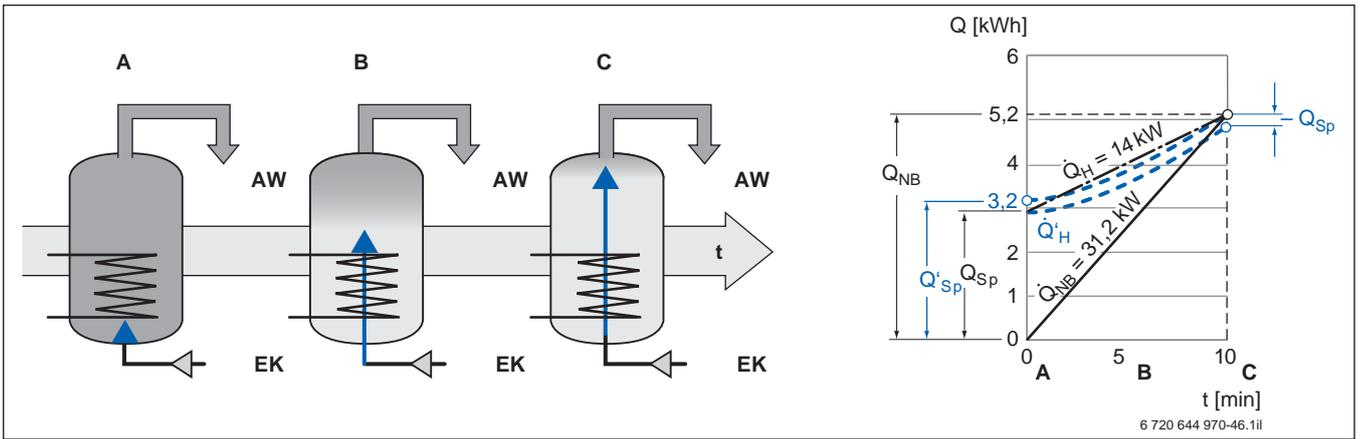

Bild 54 Funktionsprinzip Speichersystem: Zapfung und Aufheizung mit Bedarfsdefizit im Wärmeschaubild
Zu Beginn der Entnahme aus dem voll durchgeladenen Speicher liegt der Wärmetauscher im temperierten Wasser und kann daher nicht seine volle Leistung abgeben (\rightarrow Bild 54, Seite 79, Pos. A). Während der Entleerung (Pos. B) nimmt die Übertragungsleistung zu. Am Ende der Entnahme (Pos. C) ist der Speicher temperiert mit:
Überträgt man diese Situation ins Wärmeschaubild, ist ein Bedarfsdefizit ($-\dot{Q}_{Sp}$) zu erkennen, das durch eine entsprechende Vergrößerung von \dot{Q}_{Sp} ausgeglichen werden muss. Im Wärmeschaubild ist dazu die Heizlinie \dot{Q}'_H parallel so zu verschieben, dass sie auf den Bedarfspunkt ❶ trifft (\rightarrow Bild 54, Seite 79). Am Schnittpunkt ❷ mit der Ordinatensachse ist die korrigierte Speicherkapazität \dot{Q}'_{Sp} ablesbar.